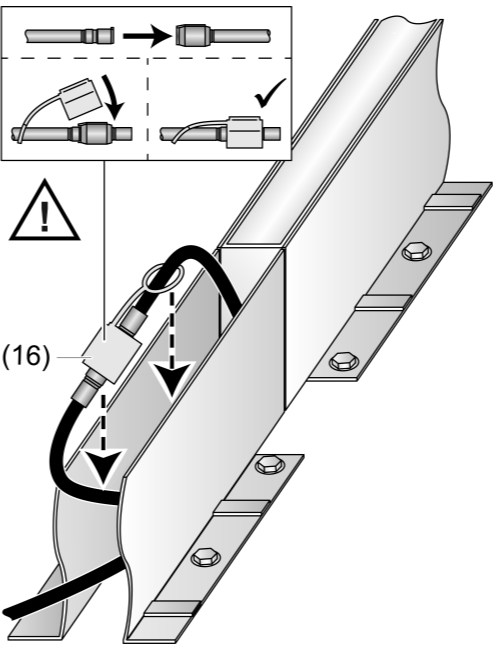

Bild 3: Sicherungsmanschette anbringen
- i Die eingesetzte Leuchte ragt 5 mm über die Rahmenoberkante hinaus (Bild 3). Die Oberkante des Fertigfußbodens (OKFF) muss später ebenfalls 5 mm über dem Rahmen liegen.